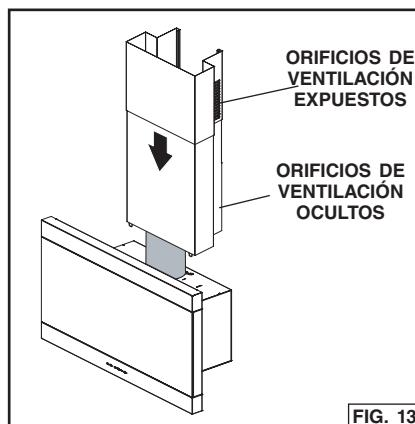

FIG. 13
6. Instale los conductos de humo decorativos superior e inferior en la campana de la cocina. Fig. 13.